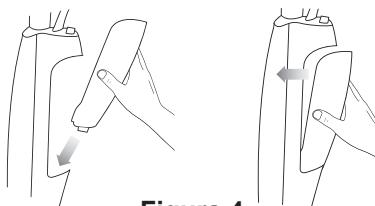

Figura 4
- Para colocar el tanque de agua, inserte la tapa del tanque de agua dentro de la cavidad del cuerpo del trapeador y luego presione el tanque de agua hasta que quede sujeto en su lugar (Figura 4).